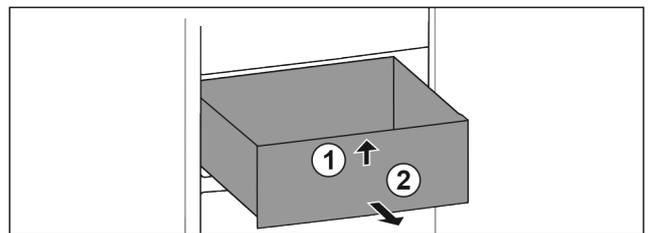

Fig. 68
- ▶ Sollevare il cassetto dal davanti. Fig. 68 [1]
- ▶ Rimuovere il cassetto tirandolo in avanti. Fig. 68 [2]